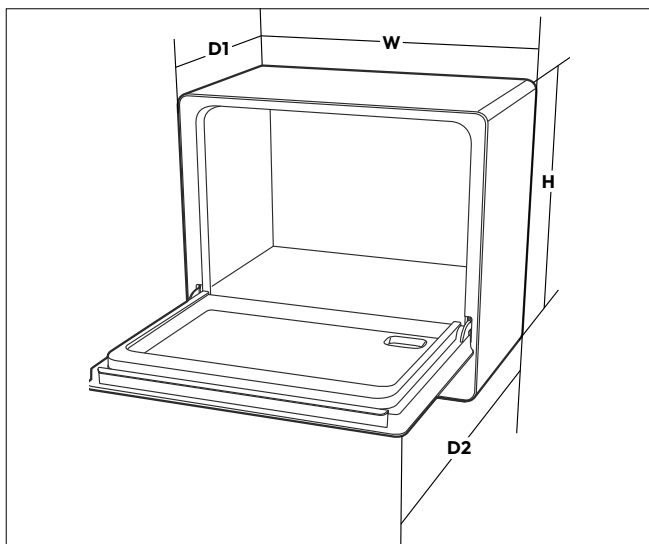

Fig. 7 – Dimensiones del aparato
- ▶ Tenga en cuenta las dimensiones del aparato al instalarlo (véase Fig. 7):